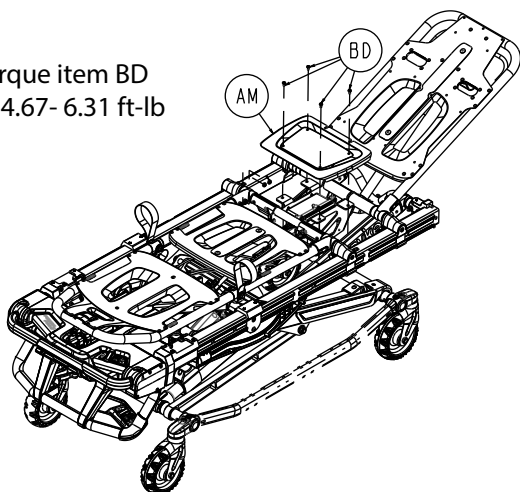

Figure 60 – Retirer les vis du revêtement du siège
5. À l'aide d'une clé Torx T25, retirer les quatre vis à roulement à tête cylindrique (BD) qui fixent le revêtement du siège (AM) à la civière (Figure 60). Retirer et conserver le revêtement du siège. Conserver les vis.